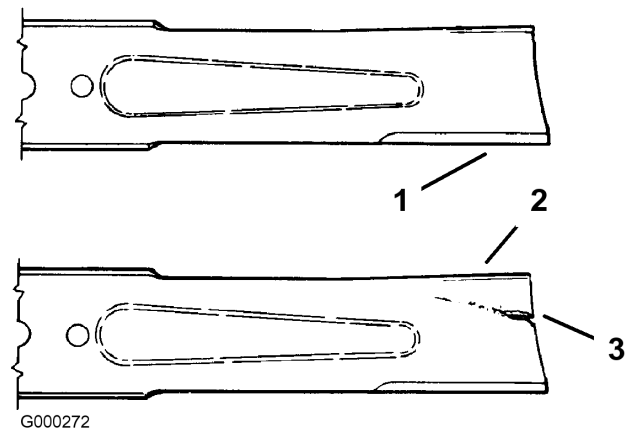

Figura 45
1. Inspeccione los filos de corte (Figura 45). Si los bordes no están afilados o tienen muescas, retire las cuchillas y afílelas. Consulte Afilado de las cuchillas.
2. Inspeccione las cuchillas, especialmente la parte curva (Figura 45). Si observa daños, desgaste o la formación de una ranura en esta zona (elemento 3 en la Figura 45), instale de inmediato una cuchilla nueva.